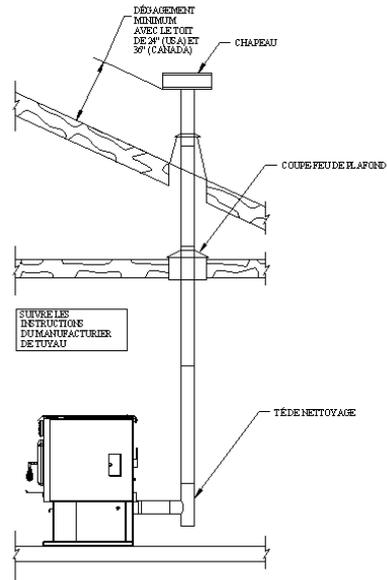

FIGURE 9
B. INSTALLATION VERTICALE AVEC UN SYSTÈME D'ÉVACUATION NEUF (voir les figures 9 – évacuation par le toit)